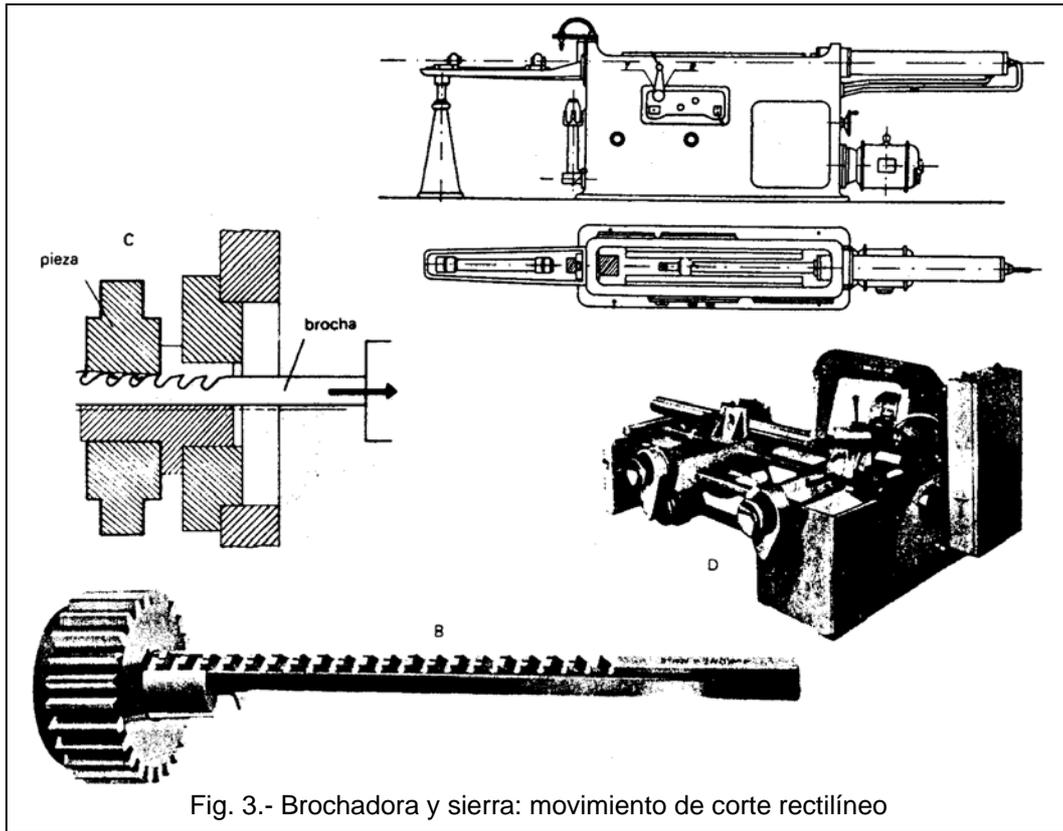

Fig. 3.- Brochadora y sierra: movimiento de corte rectilíneo
- Máquinas-herramientas de movimiento rectilíneo: Cepillo, mortajadora, brochadora, ... (Fig. 3)